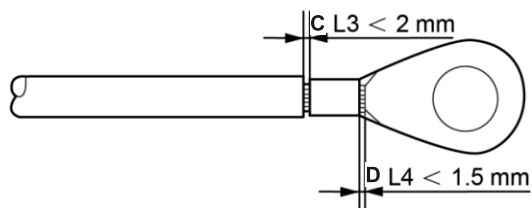

Figura 4.8 Conexão do terminal
4. Insira o fio com isolamento removido na área de crimpagem do terminal do cabo OT e use o dispositivo de pressão para crimpar o terminal no fio (veja a Figura 4.8).